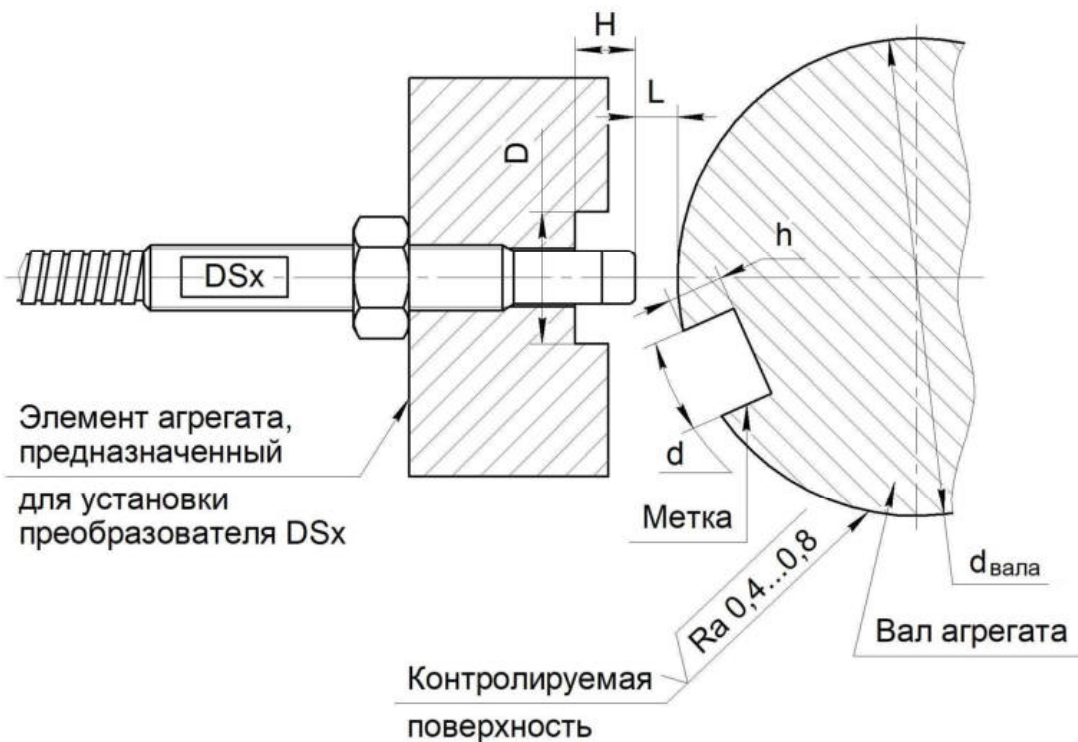

Рисунок 3. Установка датчика для измерения Частоты вращения и для работы в режиме Фазоотметчика (частотный выход).
- Частота вращения, Фазоотметчик (частотный выход) – см. Рисунок 3.